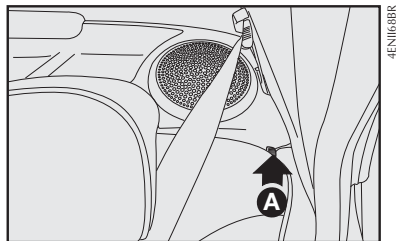

fig. 102
3) Desengatar o encosto, movendo as alavancas laterais **A-fig. 102** no sentido da seta.
Para isso, destravar a alavanca da direita ou da esquerda **A-fig. 102** e rebater para a frente o encosto até obter uma única superfície de carga.